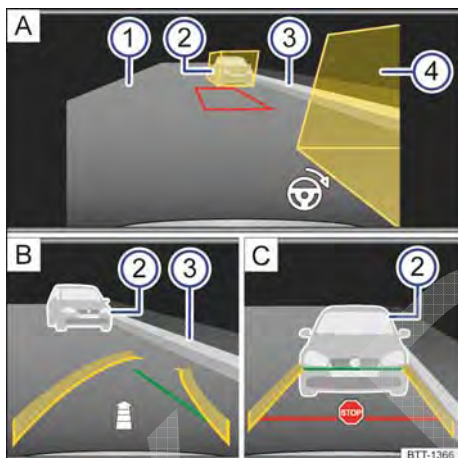

Fig. 151 Exibição do display do sistema Infotainment: câmera de marcha a ré, modo 2.
Legenda para Fig. 151:
6. Posicionar o veículo a uma distância de aproximadamente um metro paralelamente à fila de estacionamento, de modo que as caixas de auxílio exibidas reconheçam todos os obstáculos → Fig. 151 ② . Não pode haver obstáculos na área entre as caixas de auxílio. Recomendação: se houver, alinhamento na
9. Girar o volante até que o trapézio vermelho se movimente entre as caixas de auxílio e até a moldura ficar verde. O posicionamento do trapézio verde pode ser feito por meio da marcação do espaço para estacionamento. Manter o volante nesta posição. O símbolo de volante na margem inferior direita da imagem → Fig. 151 [A] indica ao condutor o movimento do volante necessário durante todo o processo de estacionamento.
10. Conduzir para trás vagarosamente sem girar o volante até que seja exibido o símbolo para parar. **OU:** até que a guia lateral verde curva coincida com o limite lateral da vaga de estacionamento, por exemplo, meio-fio (3). Uma seta → Fig. 151 [B] indica, dependendo da quantidade de segmentos representados, o trecho aproximado para trás que ainda deve ser conduzido.
14. Conduzir mais para trás vagarosamente até que seja exibido o símbolo para parar → Fig. 151 [C]. **OU:** parar o veículo o mais tar-